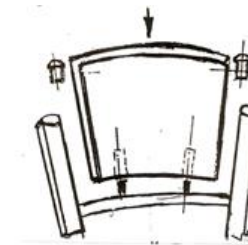

рис. 3
3. Спинка(№2) в сборе плавно опускается по внутренним сторонам спинки каркаса (№1) и заглушки (№4) с установленными в них штырьками, вставляются в отверстие овального профиля до упора в прорези металлического каркаса (№1) рис. 3